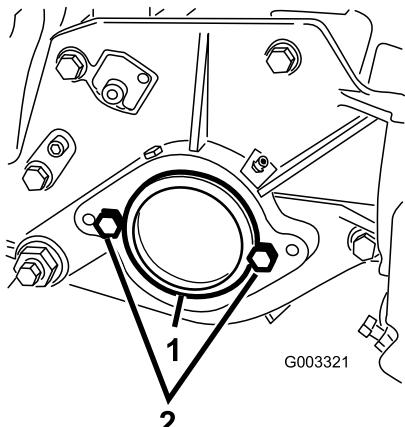

Figure 7
2. A l'extrême droite du plateau de coupe, retirez l'obturateur en plastique du logement de roulements (Figure 7).
3. Enlevez les 2 boulons de la plaque latérale droite (Figure 7).
1. Obturateur en plastique 2. Boulons (2)
5. Montez et serrez légèrement les 2 boulons de fixation du moteur de cylindre sur la plaque gauche du plateau de coupe (Figure 7).